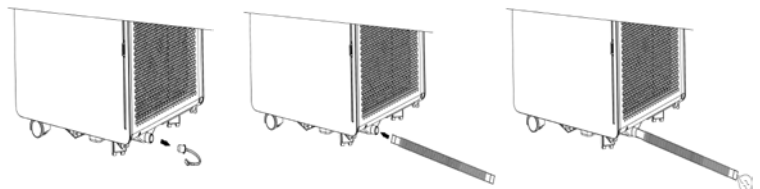

Abb. 6
3. Schließen Sie den Ablaufschlauch wie in Abb. 6 gezeigt an (nur bei Verwendung des Heizmodells).